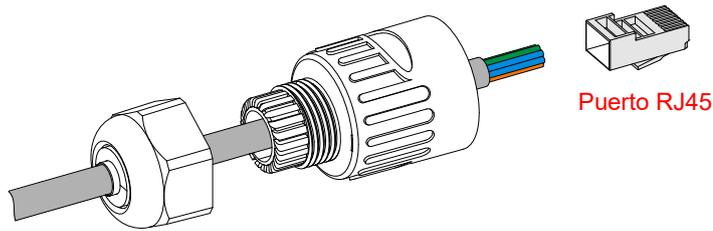

Figura 3-29 Prensado de los cables del puerto RJ45
- Paso 1 Pele la capa aislante del cable de comunicación, desenrosque el perno de bloqueo del puerto RJ45 impermeable (como se muestra en la Figura 3-29). A continuación, pase el cable de comunicación a través del puerto RJ45 y prénselo en el conector RJ45.